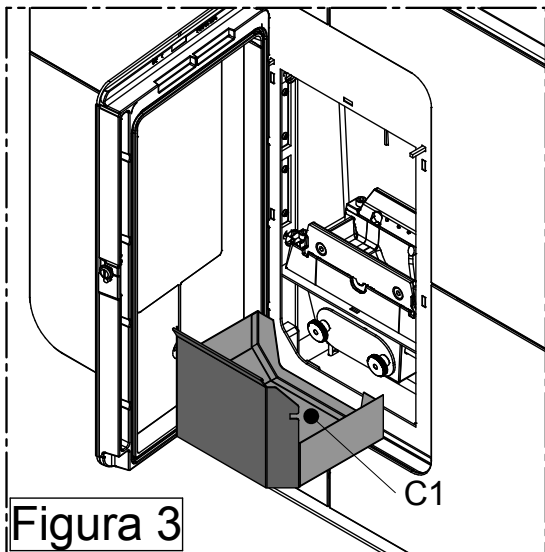

Figura 3
- Svuotare la cenere dal cassetto **C1** (Figura 3)